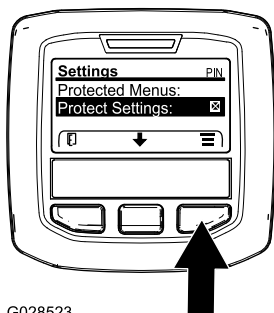

図 16
1. MAINメインメニューから中央ボタンで下へスクロールしていくとSETTINGS設定メニューがありますから、ここで右ボタンを押します 図 16。